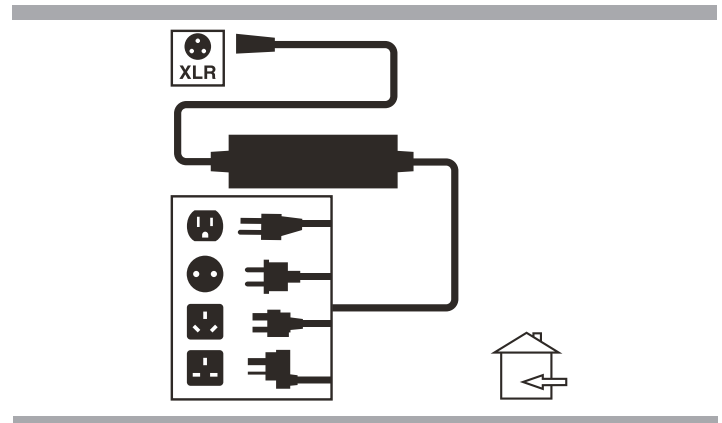

Figura 8. Cargador de baterías
3. Enchufe el cargador externo al conector correspondiente en el mando. **Ver figura 8.**